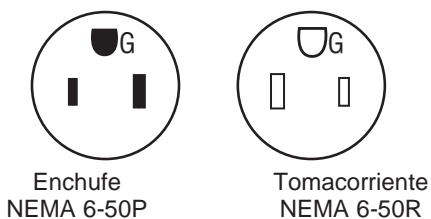

Figura 2
2. El calefactor incluye un cordón con enchufe. El tomacorriente debe ser NEMA 6-50R, compatible con el enchufe de la unidad (vea la Figura 2).